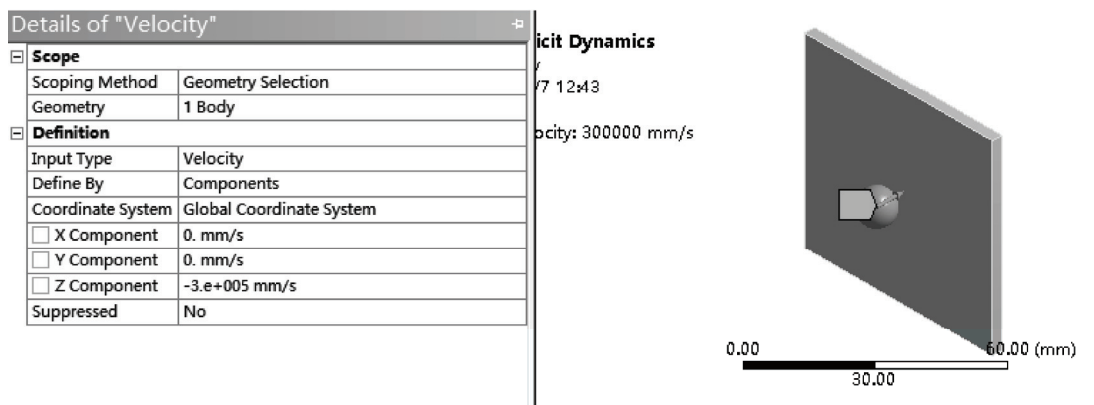

图 15-13 速度条件设置
2) 在 Velocity 对象的细节窗口中设置 Z 向速度为 3e5mm/s, 然后选择圆球后单击 Geometry 后的 Apply 按钮, 得到结果如图 15-13 所示。